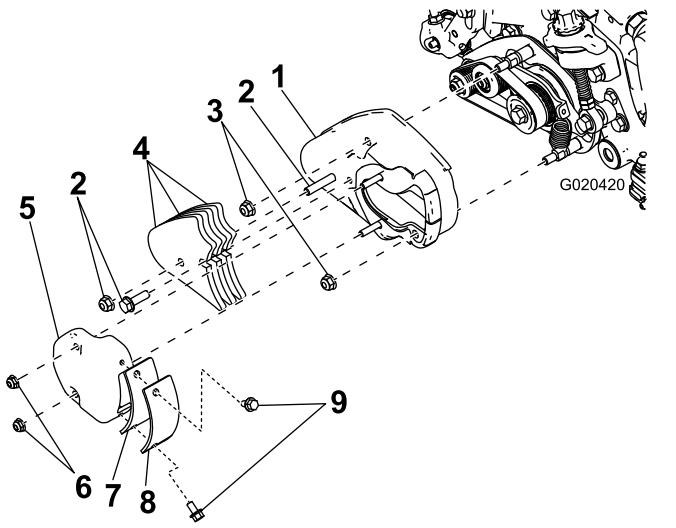

Bild 2
1. Entfernen Sie die zwei Bundmuttern, mit denen die Groomerzugangsabdeckung an der Groomerabdeckung befestigt ist, und legen sie zur Seite (Bild 2).
2. Entfernen Sie die zwei Bundbolzen, mit denen die Groomerabdeckplatte und Dichtung an der Abdeckplatte des Groomer befestigt sind (Bild 2).
- 5. Entfernen Sie die zwei Schrauben, mit denen die Groomergeichte an der Groomerabdeckung befestigt sind, und werfen sie weg (**Bild 2**).